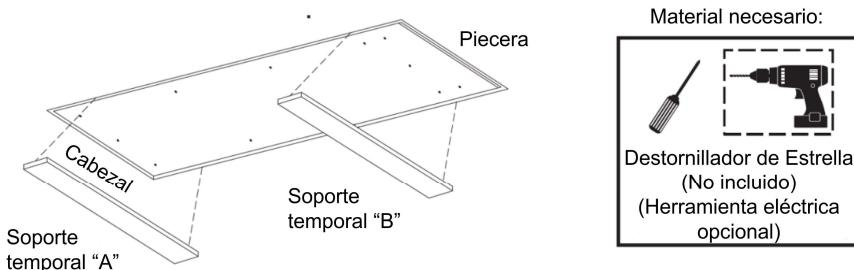

FIGURA 19 : REMOVIENDO SOPORTES TEMPORALES
O. Instalador #1: Retire los soportes temporales de madera “A” y “B” del techo del ático. Ver **Figura 19**